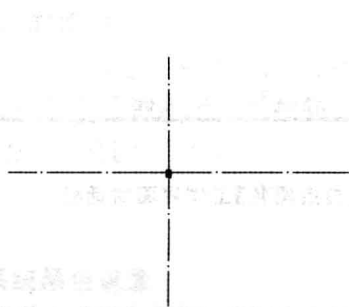

图 1.10 绘制中心线
①单击创建【2 点线】按钮  右侧的三角形,在弹出的绘图工具中选择  工具,绘制一条中心线,单击中键结束命令,显示结果如图 1.10 所示。